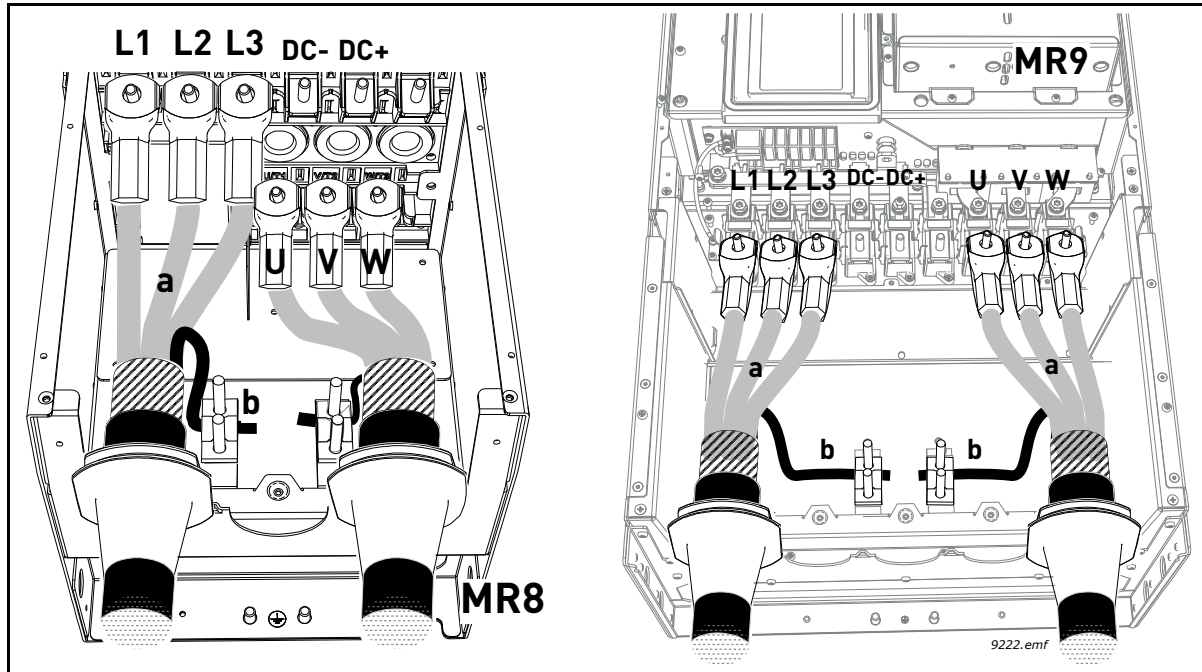

Рис. 34.
- Оставшиеся части экранов всех кабелей скрутите в «косички» и присоедините к заземлению, как показано на Рис. 34 (b), с помощью зажима из пакета с *дополнительными принадлежностями*.